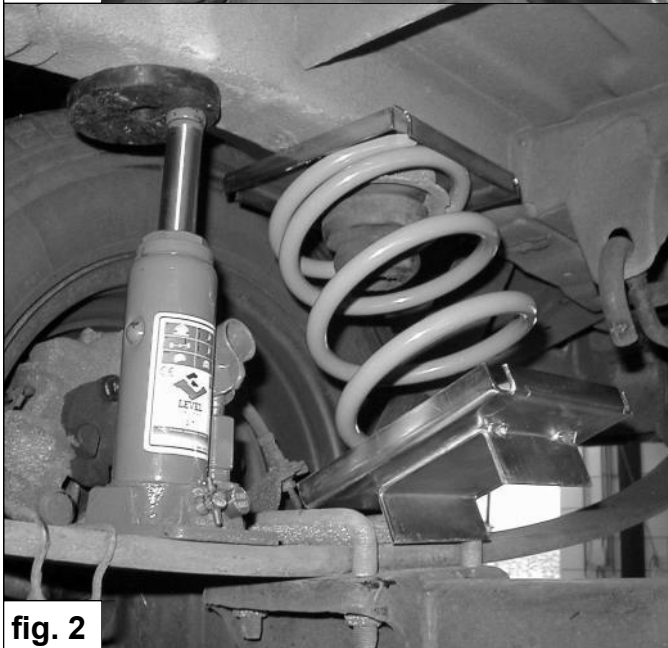

fig. 2
4. Hef de auto uit zijn veren en plaats een krik tussen de bladveer en de chassisbalk. Zie fig. 2.
5. Plaats de powerspring C samen met de onderste veerschotel B. Let op dat de onderste veerschotel goed tussen de veerstroppen van de bladveer centreert. Zie fig. 2 en 3.